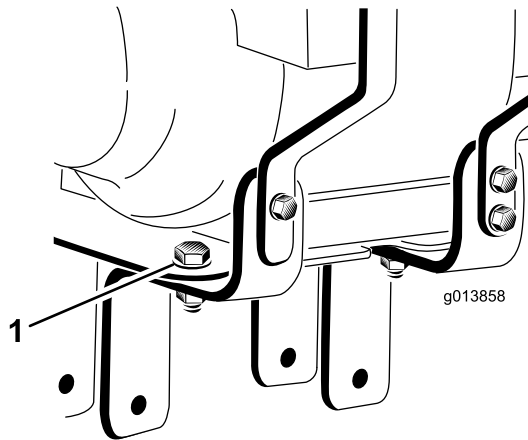

Figura 3
3. Afloje pero no retire los 2 pernos y tuercas que sujetan los soportes de montaje del motor a la placa de montaje del motor (Figura 3).